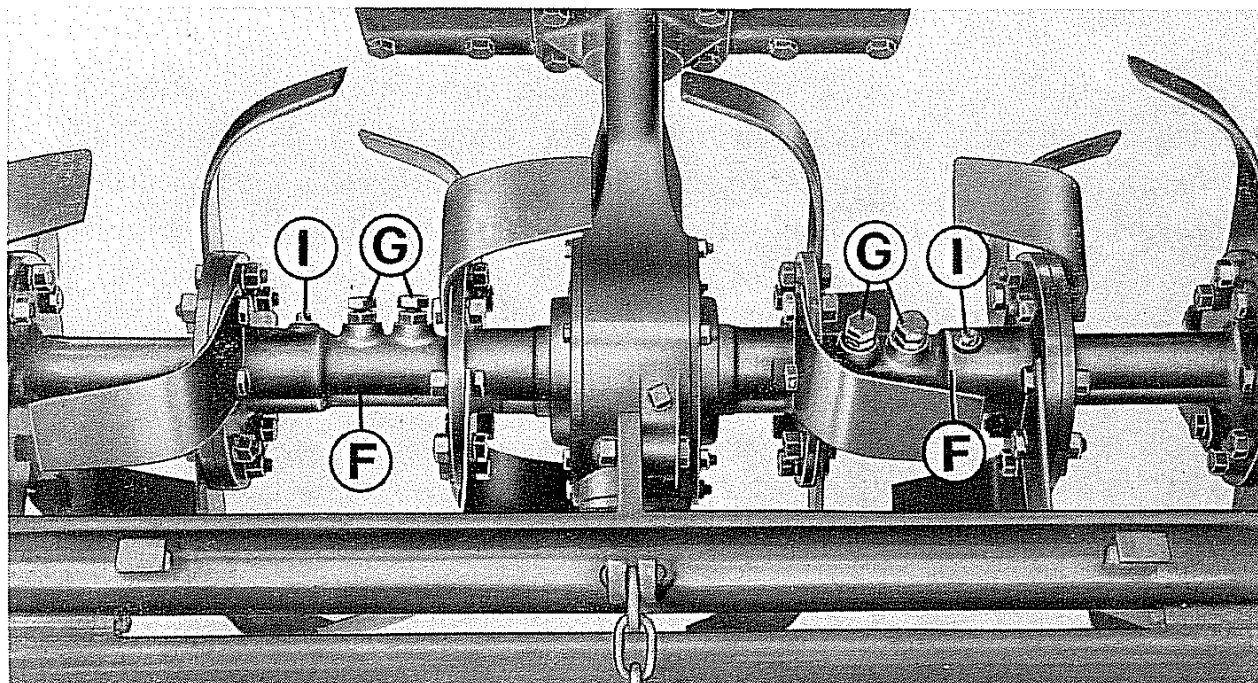

Fig. 3 - Smontaggio supporti zappe calettati.
Per lo smontaggio dei supporti zappe calettati **F** (fig. 3) occorre svitare di alcuni giri le 4 viti **G** (fig. 3) munite di apposito dado di bloccaggio.
N.B. - Tenere costantemente controllato il livello dell'olio tramite il tappo « **A** ». Per effettuare detto controllo è necessario portare la fresa in posizione orizzontale rispetto al terreno quindi svitare il tappo « **A** » e controllare che il livello dell'olio sia compreso tra le 2 tacche segnate sull'astina. A brevi periodi introdurre olio dai tappi « **I** » (fig. 3); tale olio può essere di qualità scadente, trattandosi di lubrificazioni secondarie ed indipendenti dal gruppo conico centrale.